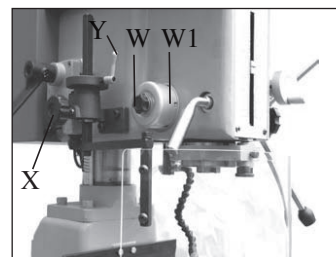

Bild 11
1. Løsne rattet (W-Fig.11)
2. Vri fjærhuset (W 1-Fig.11) moturs litt for å trekke til fjæren.
4. Trekk til rattet (W-Fig.11)
1. Lås den vertikale høyden ved å justere spakens skrue (Y-Fig.11)
2. Bruk rattet (X-Fig.11) for å låse chuckvernets horisontale rotasjon og posisjon. Løsne rattet (X-Fig.11) for å åpne chuckvernet, når det er åpent bør strømmen være avstengt.